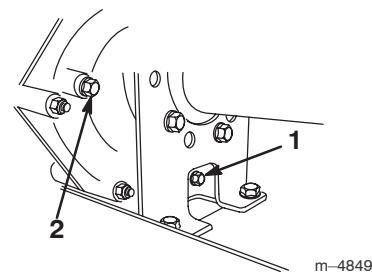

Figure 42
2. Enlevez le bouchon de vidange sur le côté droit du réservoir (Fig. 42) et laissez l'huile s'écouler dans un bac de vidange. Revissez le bouchon de vidange en place lorsque toute l'huile s'est écoulée.
3. Versez environ 1,4 l d'huile moteur SAE 10W30 dans le réservoir (Fig. 43) ou faites l'appoint jusqu'à ce que le niveau atteigne le bas du trou indicateur de niveau (Fig. 42).